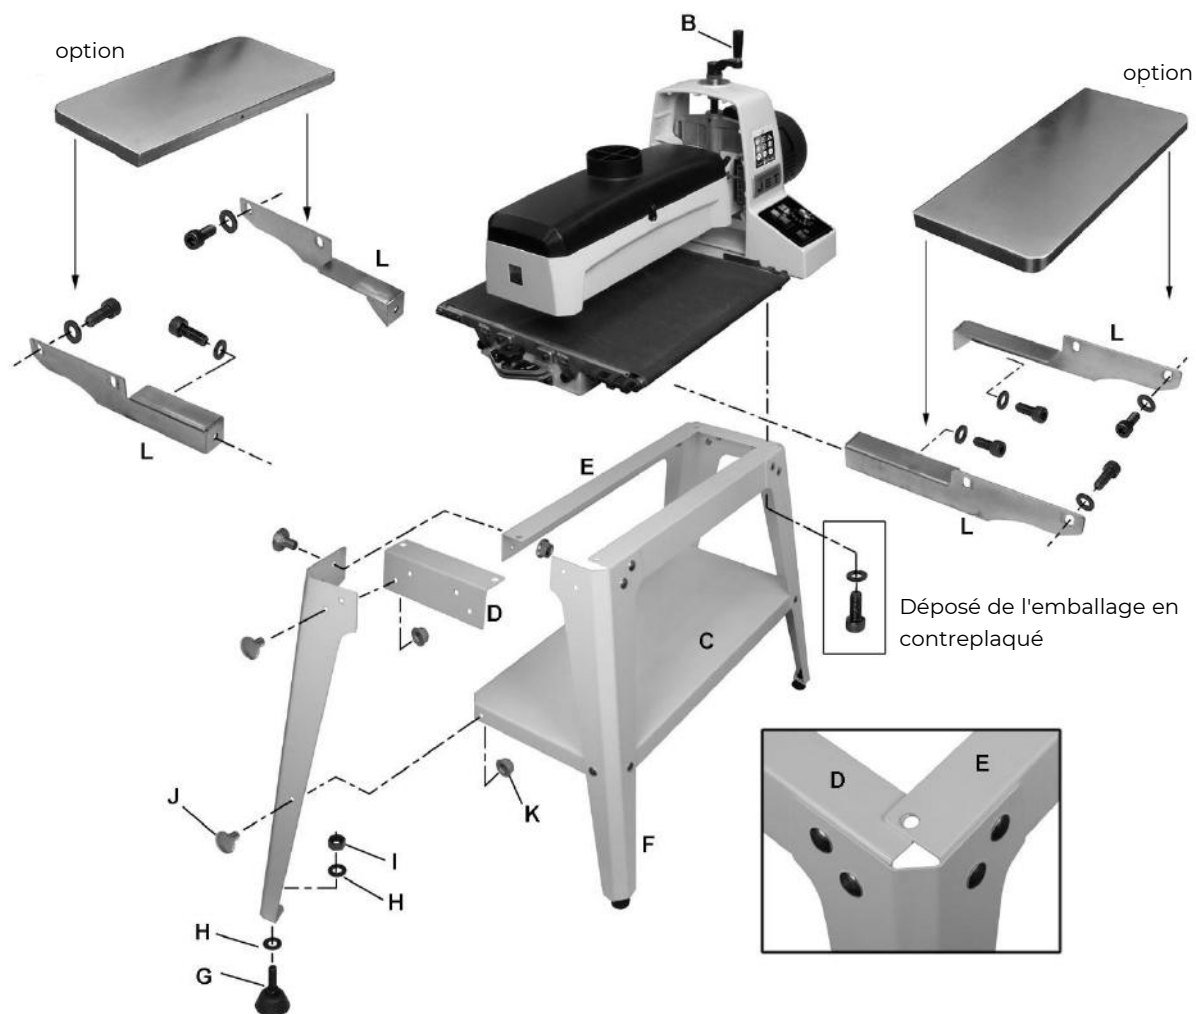

Figure 6-3: Montage
(Voir la figure 6-3. Si vous avez besoin de davantage d'éclaircissements, consultez le schéma de pièces éclaté à la fin de ce manuel.
1. Assemblez les pieds (F) à l'extérieur des équerres courtes (D) en utilisant les boulons à tête bombée et collet carré (J) et les écrous à embase (K). Serrez uniquement à la main.
2. Assemblez l'équerre longue (E) à l'intérieur des pieds et en haut des équerres courtes (D). Serrez *uniquement à la main*. REMARQUE : La collerette d'encastrement de l'équerre longue chevauche la collerette d'encastrement de l'équerre courte. Voir encadré, Figure 6-3.
3. Tournez à l'envers le support. Installez la tablette (C) entre les pieds avec les boulons à tête bombée et collet carré et les écrous.
5. Insérez le pied de réglage (G) dans le trou en bas du pied avec les rondelles plates et l'écrou hexagonal.
1. Installez les supports d'entrée et de sortie (L, Figure 6-3) sur les trous filetés dans la base de la ponceuse avec des rondelles plates et des vis à tête à six pans creux M8x16. Veillez à ce que les supports droit et gauche soient orientés comme montré. Les supports doivent s'appuyer sur la base.